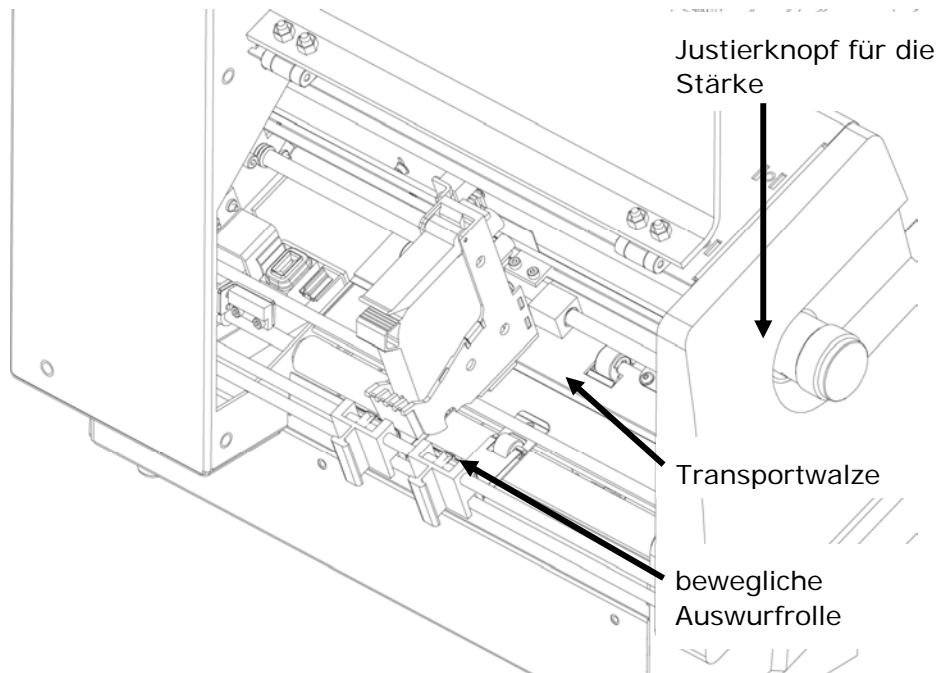

Abbildung 16: Anpassen des Druckers an die Materialstärke
- Legen Sie ein Medium unter die Transportrollen (siehe Abbildung 16).